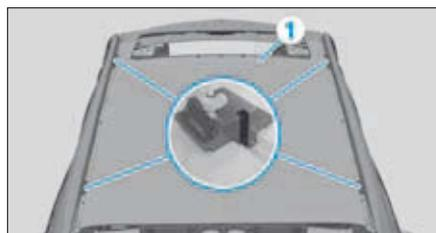

FIG. 136
- Poser et ajuster le pavillon (1) sur la caisse avec des pièces intercalaires et la maintenir avec des pinces de serrage (Fig.136).
- Percer dans la partie centrale du pavillon (1) des trous avec un foret de Ø 5,0 mm.